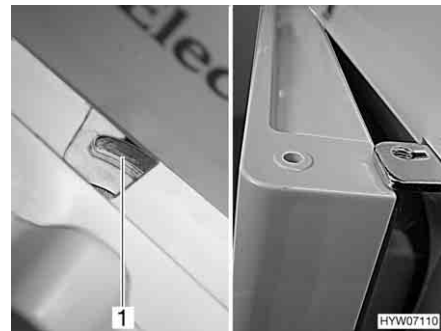

Bild 139 Kühlschranktür in Lüftungsstellung (Dometic 7er-Reihe)
- Verriegelung ganz nach rechts schieben. Die Kühlschranktür ist mit Hilfe der Türarretierung (Bild 139,1) fixiert. Die Kühlschranktür bleibt damit leicht geöffnet (Bild 139).